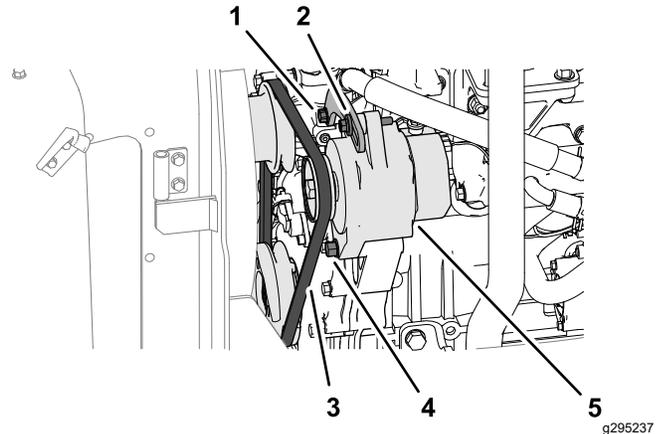

Figura 69
1. Aplique uma força de 10 kgf de força na correia do alternador (Figura 69), a meio caminho entre as polias.
- Se a deflexão da correia for inferior a 10 mm, desaperte o parafuso da articulação do alternador e parafuso de tensão (Figura 69) e reduza a tensão da correia.
- Se a deflexão da correia for superior a 10 mm, desaperte o parafuso da articulação do alternador e parafuso de tensão (Figura 69) e aumenta a tensão da correia.
**Nota:** Se necessário, desaperte o parafuso de suporte de tensão (Figura 69).
3. Aperte os parafusos (Figura 69).